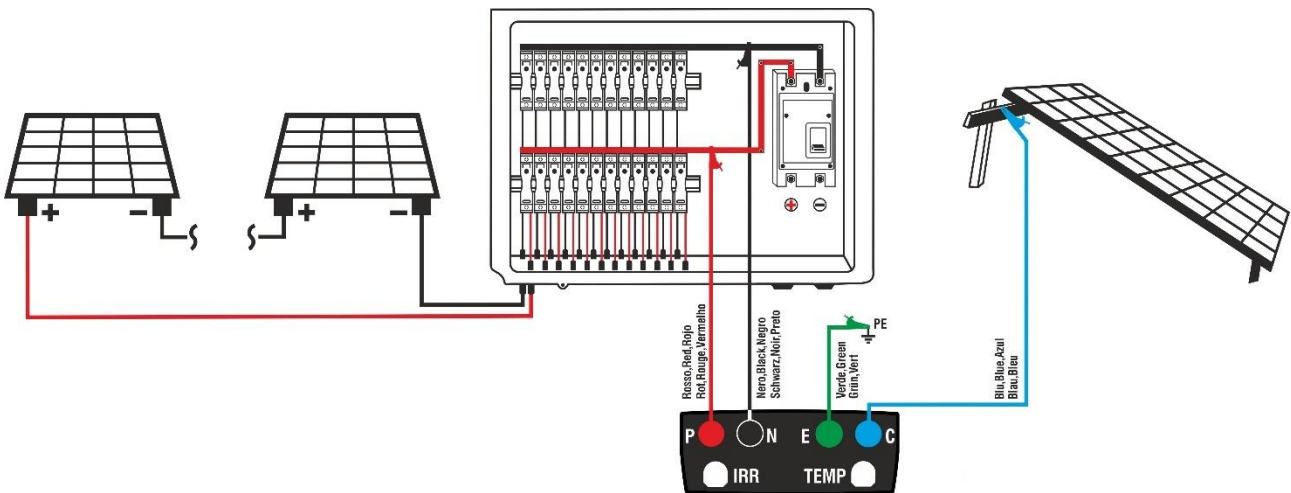

Fig. 15: Ligar o equipamento no teste IVCK utilizando a função Start&Save
7. Ligue o equipamento como indicado na Fig. 15. Ligue o polo negativo da barra à entrada N através de uma ligação fixa com um terminal crocodilo, o polo positivo da barra à entrada P através de uma ligação fixa com um terminal crocodilo, o nó de terra principal do sistema (para testes MΩ e RPE) á entrada E e, se necessário, a entrada C às massas metálicas (para testes RPE).